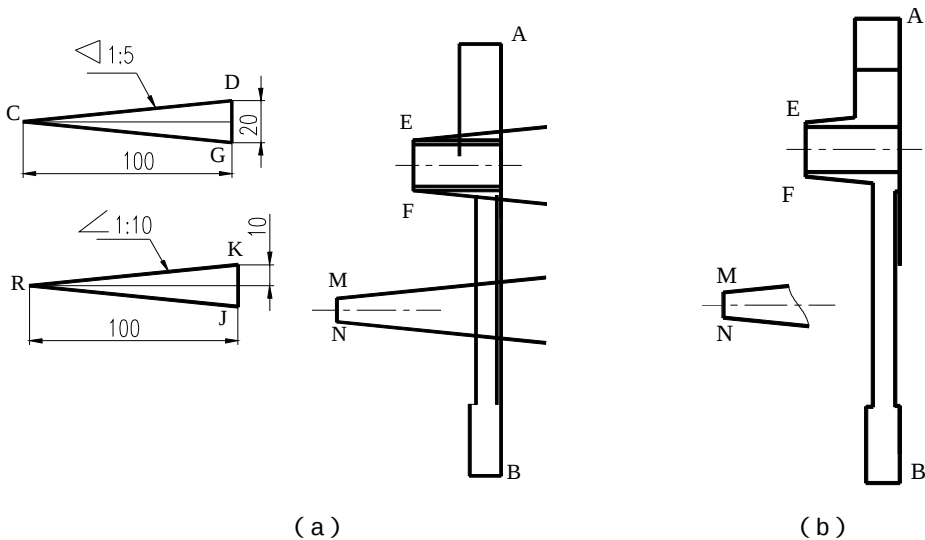

图 6-2-5
STEP 02 接下来根据左视图补绘主视图。先绘外形，然后绘辅助锥度 1:5 及辅助斜度 1:10，并将锥度线 CD、CG 分别移到点 E、F，将斜度线 RK、RJ 分别移到点 M、N，如图 6-2-5 (a) 所示。然后用断开命令 Break 去掉图中多余的线，并补画完整主视图，效果如图 6-2-5 (b) 所示。
// 竖直向上任取一点，如图 6-2-5 (a) 所示